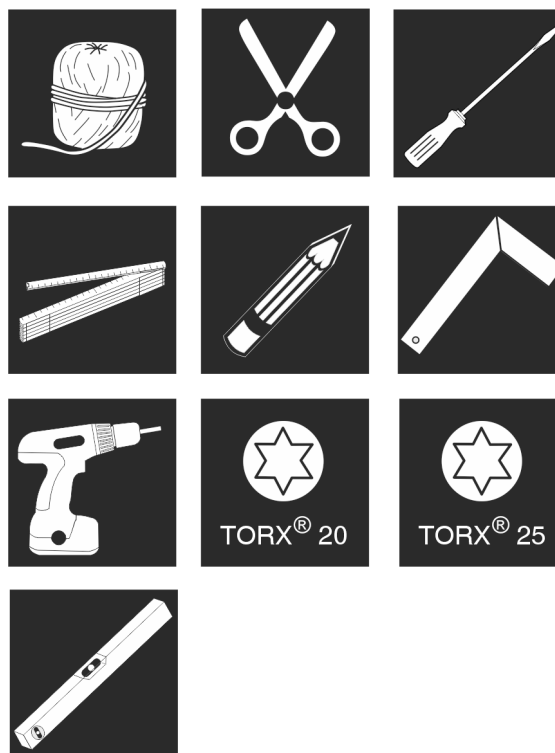

Fig. 9
1. Avoir l'outil à disposition. Fig. 9 ()